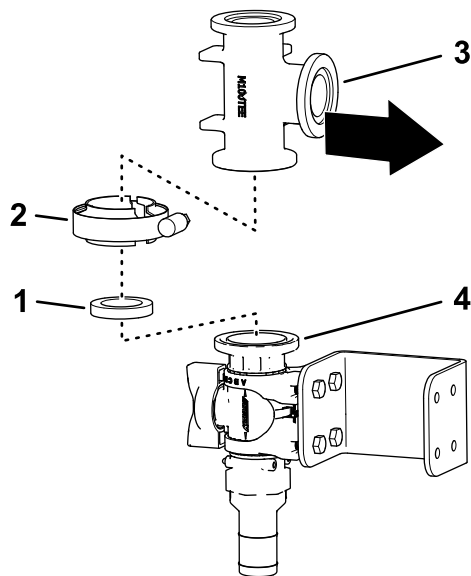
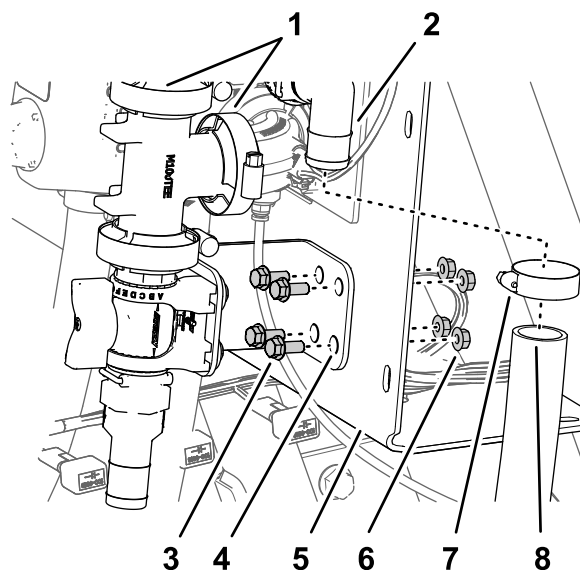

Figura 42
Figura 45
6. Alinee la brida del acoplamiento en T con la brida de la válvula de control, como se muestra en la Figura 42.
7. Sujete provisionalmente el acoplamiento en T a la válvula de control con una junta y una abrazadera para bridas (Figura 42).
- Monte la escuadra de la válvula de control en el soporte del distribuidor (Figura 45) con 4 pernos con arandela prensada ($\frac{1}{4}$ "-20 \times $\frac{5}{8}$ ") y 4
- Apriete a mano la abrazadera para bridas que sujeta la válvula de control y el acoplamiento en T (Figura 42) y la abrazadera para bridas que sujeta el acoplamiento en T al acoplamiento de 90° (Figura 45).